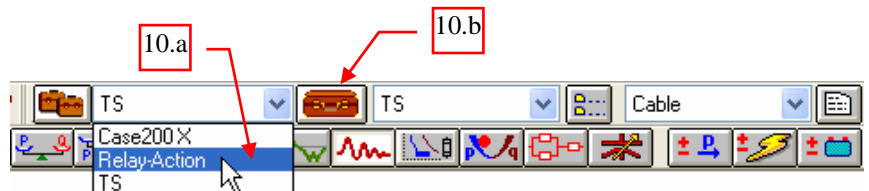

図 5
10. “Relay-Action” のスタディケースを編集します。図 5 参照